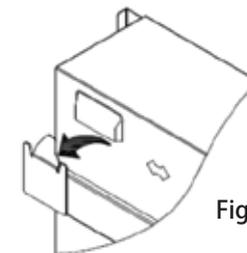

Fig. 3
- Levante con cuidado la chimenea asegurándose de que las dos ranuras traseras superiores del calentador encajen en el soporte de pared (Fig. 3) y queden centradas.